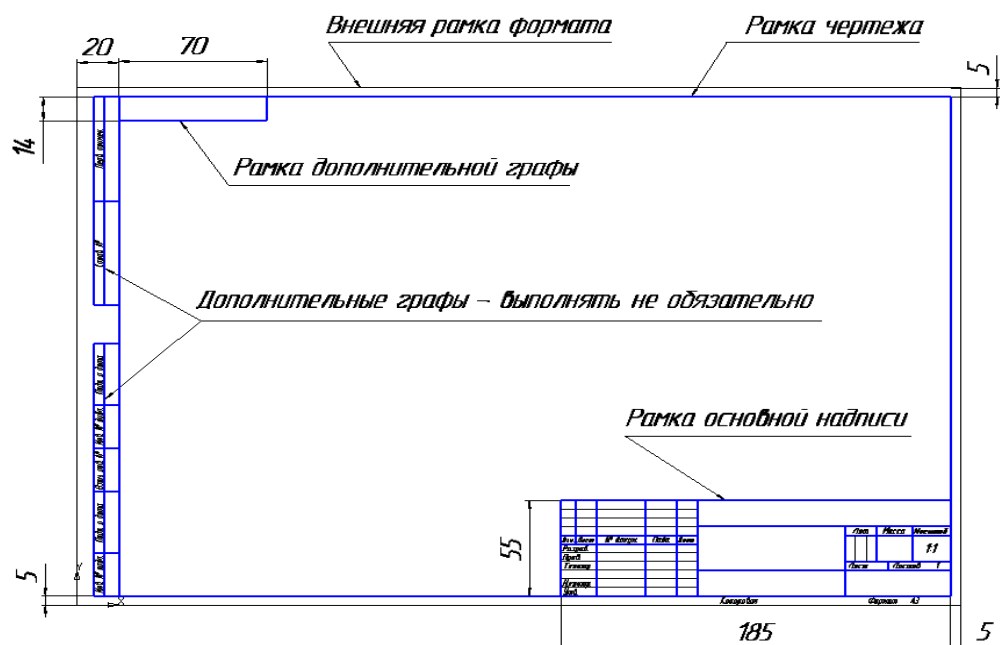

Рисунок 2 - Пример оформления формата А3 с рамкой чертежа
**Рамки.** Внутри каждого формата вычерчивается рамка чертежа сплошной основной толстой линией на расстоянии: слева 20 мм; сверху, справа и снизу по 5 мм. Формат А4 располагается только вертикально, все другие форматы можно располагать и вертикально, и горизонтально. Пример оформления формата А3 – см. рисунок 2